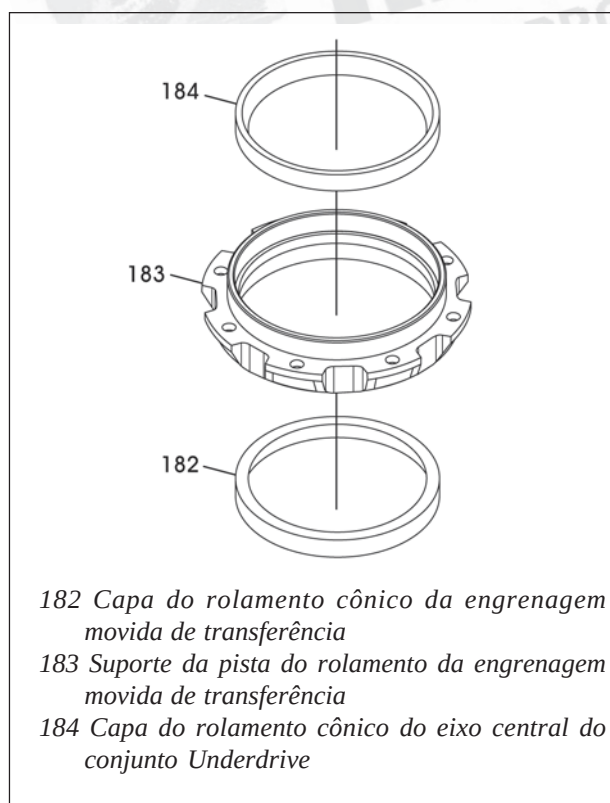

Figura 133
15. Se for necessário reparo no rolamento, substitua as capas dos rolamentos cônicos no suporte dos rolamentos do eixo de transferência, conforme mostra a figura 133, utilizando adaptadores apropriados e uma prensa de bancada.